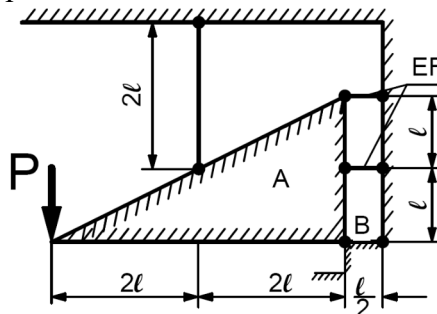

Рисунок 7
**Задача СМ-7.** Жесткая конструкция  $A$ , нагруженная силой  $P$ , шарнирно прикрепленная к опоре в точке  $B$ , удерживается в равновесии тремя стальными стержнями с одинаковыми поперечными сечениями, площади которых  $F$  (рис.7). Допускаемое напряжение материала стержней  $[\sigma]$ .